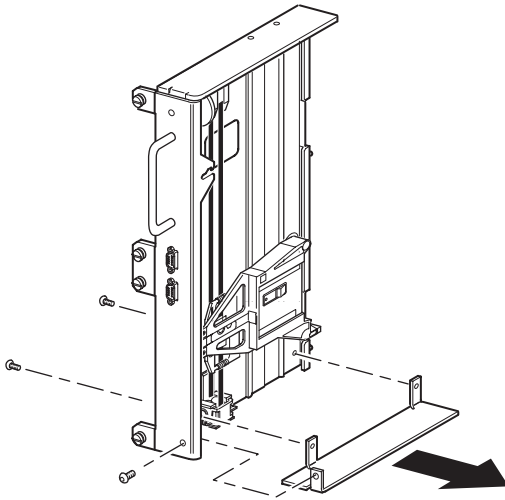

Figura 2–13: Extracción de la placa inferior de la unidad de base del PTM
2. Coloque el móvil elevador de medios en la parte superior de la unidad de base de PTM (consulte la Figura 2–14). Tenga en cuenta que la parte superior de la unidad de base de PTM lleva integrado el motor de unidades.